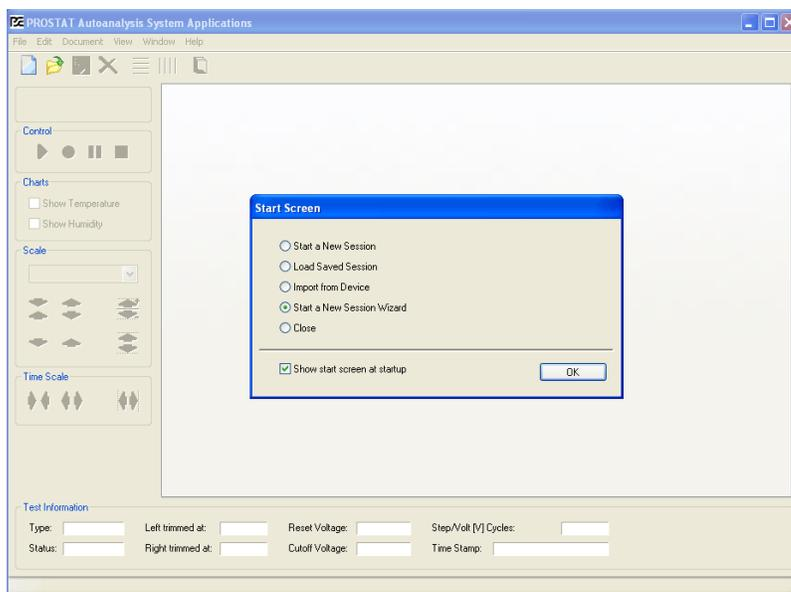

図4: New Sessionの開始
7. ソフトウェアを立上げ、コンピュータのAutoanalysis アプリケーションソフトを開き、**Start a New Session Wizard** (図4)を選択してください。